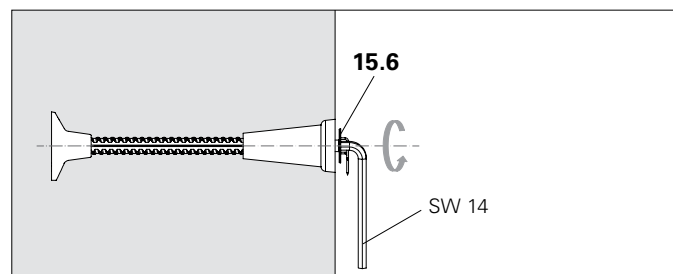

Fig. A2.13b
5. Allentare e rimuovere la piastrina predisposizione (15.6) con chiave a brugola Ch 14. (Fig. A2.13b)